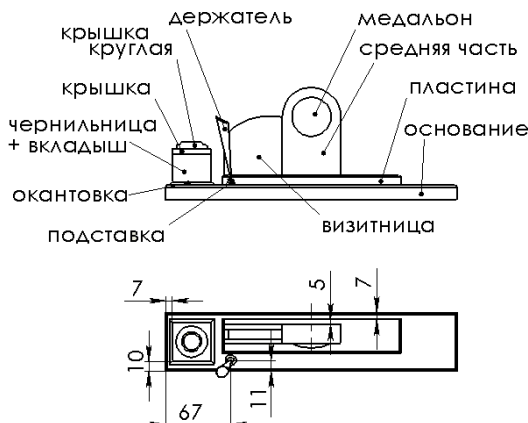

Рис. 1.10
6. На зафиксированное основание устанавливаем пластину. При сопряжении пластины с основанием назначаем совпадение двух горизонтальных поверхностей, затем устанавливаем совпадение стандартных профильных плоскостей и расстояние смещения 7 мм в соответствии с рис. 1.10. Для возможности доступа к выбору, открываем дерево конструирования на рабочем поле (в свернутом виде оно расположено в левом верхнем углу).
8. Аналогично устанавливаем остальные компоненты сборки, назначая сопряжения в соответствии с рис. 1.10.